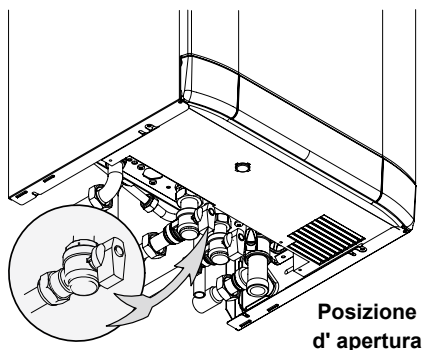

Figura 2.1
- Il rubinetto gas (leva gialla) della caldaia deve essere aperto Figura 2.1.